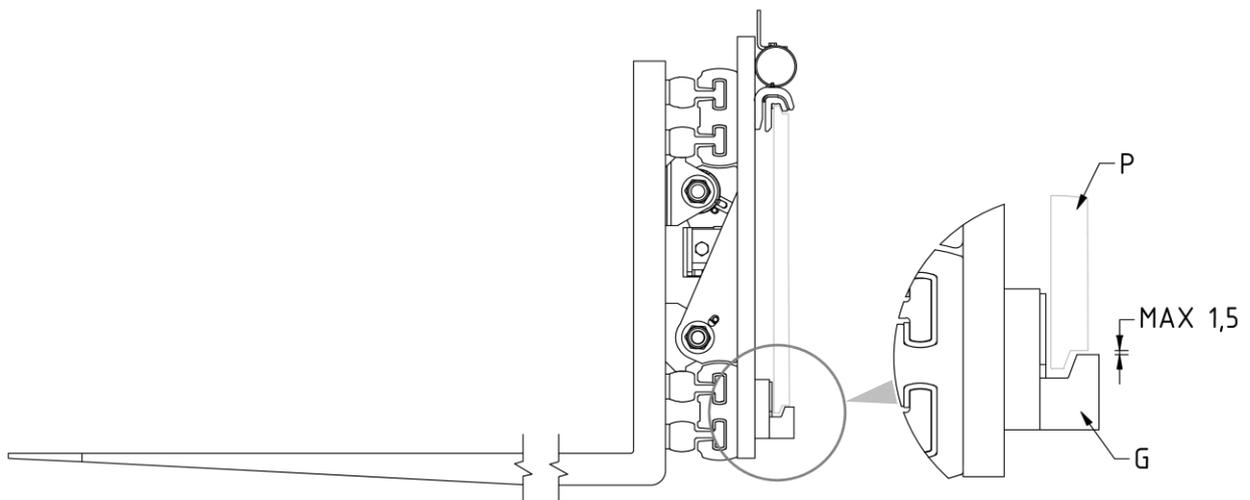

Abbildung 8
9. Schrauben Sie die 2 unteren Haken **G** wieder an, so dass sie unterhalb des Gabelträgers **P** befestigt werden (mit max. Spiel 1,5mm wie in der *Abbildung 8*); für das Anziehen bitte das in *Tabelle 4* angegebene Anzugsmoment beachten.